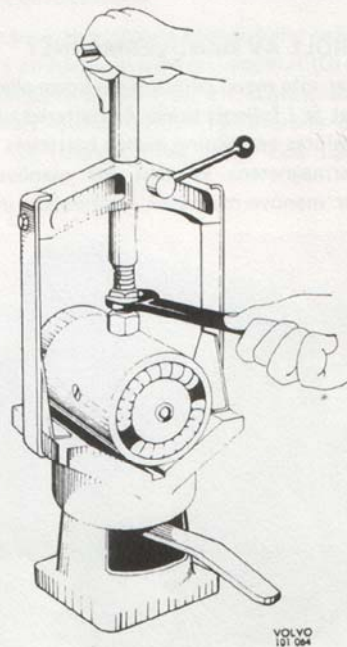

Bild 3-17. Uppspanningsbock för demontering av fältlindningar
3. Lägg därefter in statorn i den i bild 3-17 visade uppspanningsbocken (Bosch EFAW9) eller motsv. och lossa polskruvarna.